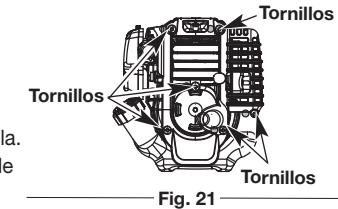

Fig. 21
- Con un destornillador de cabeza plana o Torx T-25, quite los seis (6) tornillos en la parte posterior de la cubierta del motor (Fig. 21).